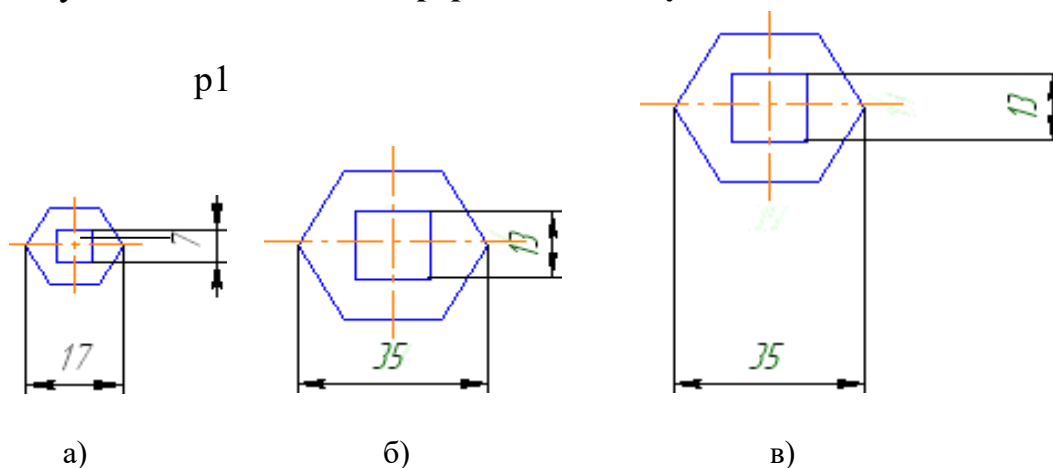

Рис. 4.7. Примеры масштабирования объектов
Если среди выделенных объектов имеются размеры, то их номинальные значения будут откорректированы в соответствии с масштабным коэффициентом. Для управления выносными линиями размеров в **Панели свойств** имеются переключатели:  – Не масштабировать и  – Масштабировать. Работа переключателей проиллюстрирована на рис. 4.7а, б, в. На рис. 4.7а показано исходное изображение фрагмента, на рис. 4.7б – масштабирование при включенном переключателе  и на рис. 4.7в – масштабирование при включенном переключателе . Одни и те же выделенные объекты могут быть масштабированы несколько раз за одно обращение к команде.
- 3) после задания в **Панели свойств** масштабного коэффициента, необходимо указать точку, относительно которой будет происходить масштабирование. Такая точка на рис. 4.7а обозначена – точка **p1**;